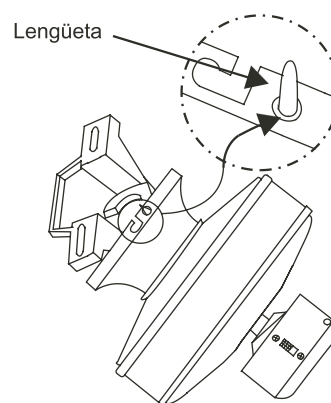

Figura 10
9. Suspende el ventilador en la lengeüta del soporte de suspensión. Asegúrase de que el escudete está completamente asegurado dentro de la lengüeta cómo se muestra en la figura 10 esto le permitirá hacer las conexiones eléctricas.